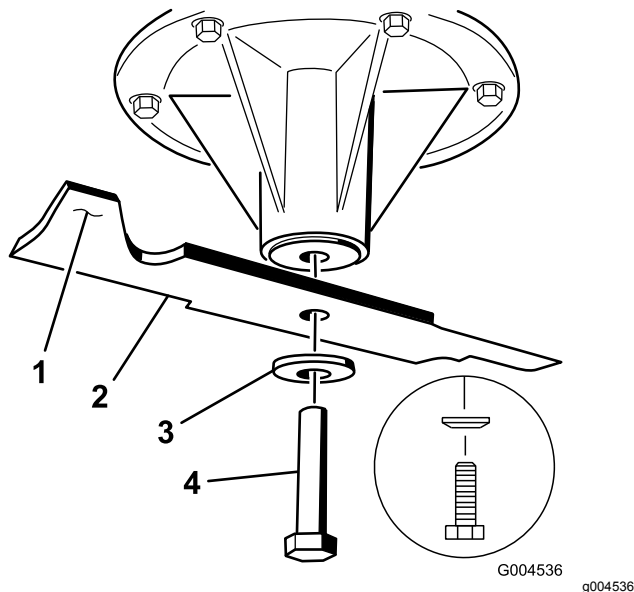

Figura 89
2. Togliete il bullone, la rondella curva e la lama dall'asse del fusello (Figura 89).